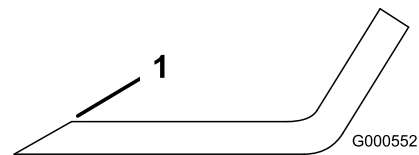
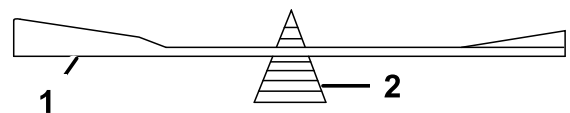

Figure 46
Figure 47
1. Au moyen d'une lime, aiguisez les tranchants aux deux extrémités de la lame (Figure 46) en veillant à conserver l'angle de coupe d'origine. Limez la même quantité de métal sur chacun des deux tranchants pour ne pas déséquilibrer la lame.
2. Vérifiez l'équilibre de la lame en la plaçant sur un équilibreur (Figure 47). Si la lame reste horizontale, elle est équilibrée et peut être utilisée. Si la lame est déséquilibrée, limez un peu l'extrémité de la partie relevée seulement (Figure 46). Répétez la procédure jusqu'à ce que la lame soit équilibrée.